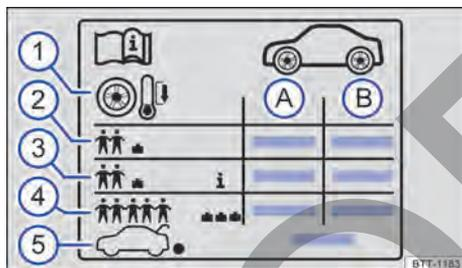

Fig. 181 Símbolos en el adhesivo de la presión de los neumáticos.
En función del vehículo, el adhesivo de la presión de los neumáticos puede incluir una presión de confort → fig. 181 (3). La presión de confort permite aumentar el confort de marcha. Cuando se circula con la presión de confort, puede que se incremente el consumo de combustible.
- Adapte siempre la presión de los neumáticos al estado de carga del vehículo → fig. 181 (4).